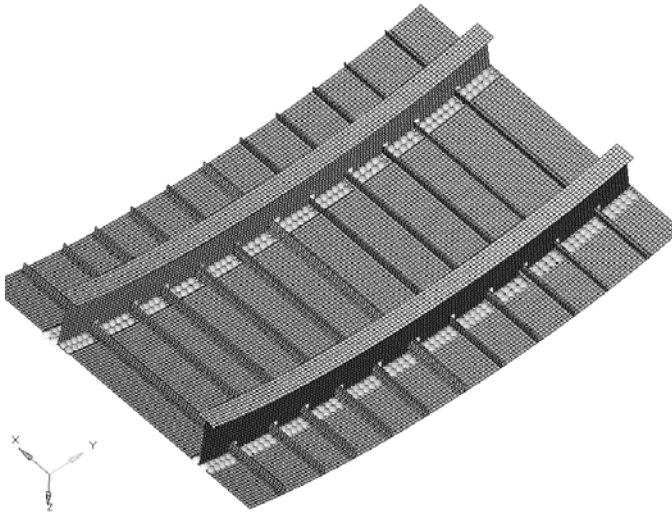

图 7-88 该组件下的所有的节点都被选中
(2) 单击 nodes, 选择 by collector, 在弹出的面板下选择 frame_skin_point, 此时, 在该组件下的所有的节点都将被选中, 如图 7-88 所示。